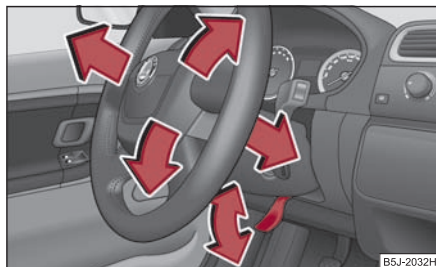

Fig. 118 Volan reglabil:
- Îndreptați maneta de sub volan ⇒ fig. 118, în jos ⇒ ⚠.